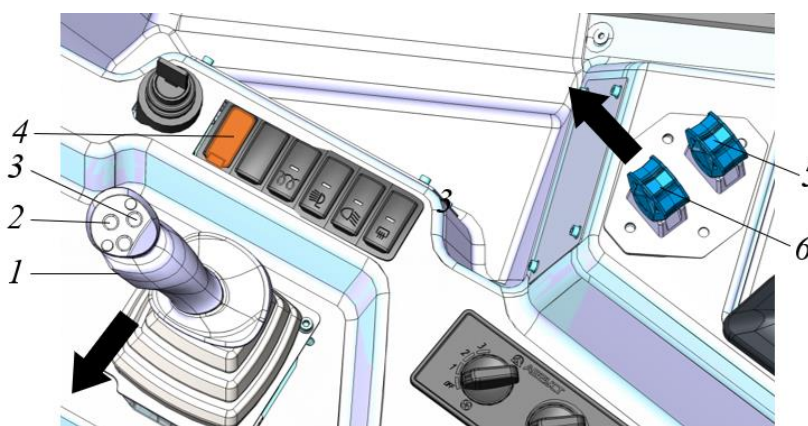
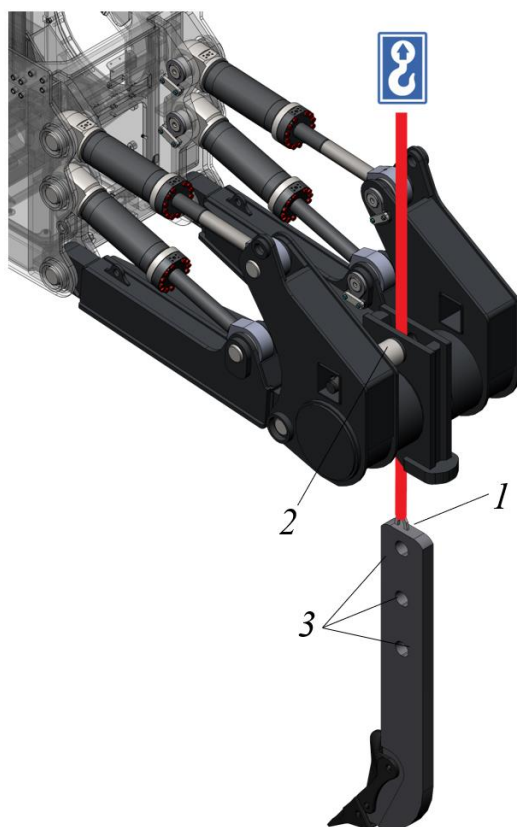

Рисунок 3.147. Органы управления правой тумбы
Рисунок 3.148. Установка ножа
Установка ножа рыхлителя, рис. 3.148
- ▶ Кнопкой 3, рис. 3.147 выбрать управление задним навесным оборудованием «Рыхлитель».
- ▶ Нажать и удерживать кнопку 2 на джойстике, затем рукоять джойстика 1 переместить в направлении стрелки до упора влево (рис. 3.147).
- ▷ Фиксирующий палец переместится в корпус гидроцилиндра 2 (рис. 3.148).
- ▶ Не отпуская кнопку 2 (рис. 3.147) на джойстике грузоподъемным оборудованием поднять нож рыхлителя 1 и завести его в гнездо по направлению снизу вверх (рис. 3.148). Нож может быть установлен в одном из трех положений поз 3.
- Отпустить кнопку 2 (рис. 3.147), перемещая рукоять 1 в направлении стрелки задвинуть палец в отверстие ножа.